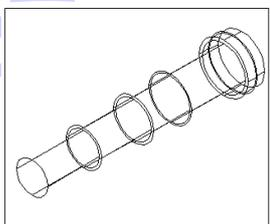
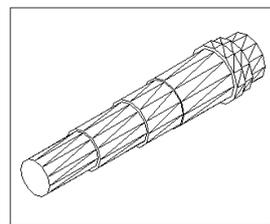

图 15-77
图 15-78
(11) 设置用户坐标系。在命令行直接输入 `ucs`。设定新的坐标原点为  $(0, 0, -10)$ 。
(12) 作圆柱体。单击  按钮或者在命令行直接输入 `cylinder`。底面圆心为  $0, 0, 0$ ，半径为 26，高度为 -10，结果如图 15-77 所示。
(13) 设置用户坐标系。在命令行直接输入 `ucs`。设定新的坐标原点为  $0, 0, -10$ 。
(14) 作圆柱体。单击  按钮或者在命令行直接输入 `cylinder`。底面圆心为  $0, 0, 0$ ，半径为 22.5，高度为 -19。
(15) 并集处理。单击  按钮或者在命令行直接输入 `union`，合并上述所有的轴段。
(16) 消隐处理。单击  按钮或者在命令行直接输入 `hide`，结果如图 15-78 所示。